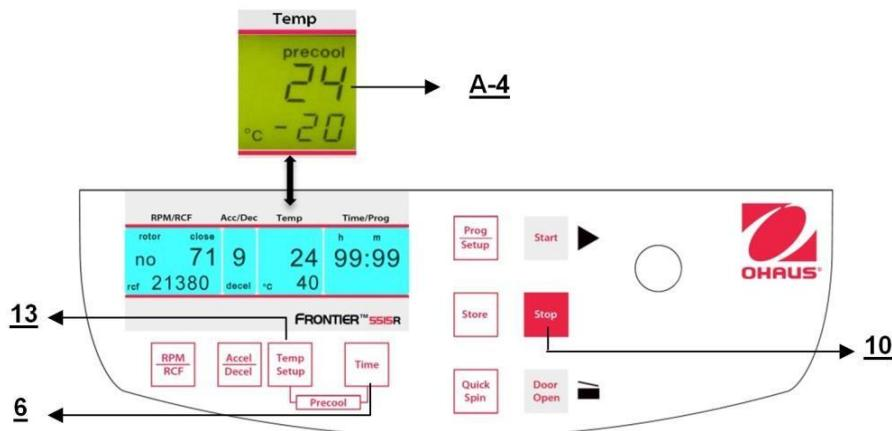

Figure. 20
Si les échantillons sont sensibles à la température, il est utile de pré-refroidir la centrifugeuse, le rotor et finalement les godets à la température requise de fonctionnement. Pour ce faire, insérer le rotor retenu et prédéfinir la température correspondante. En appuyant simultanément sur les touches "Temp/Setup" (13) (voir la figure 20) et "Time" (6), l'utilisateur démarra une centrifugation. Pendant le fonctionnement, l'unité choisit automatiquement une vitesse de rotation équivalente à 20 % de celle autorisée du rotor inséré. Après avoir atteint la température prédéfinie, il est possible de quitter le pré-refroidissement avec la touche "Stop" (10).